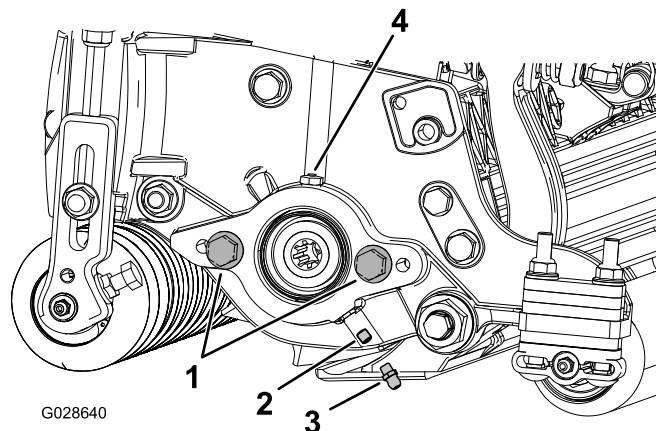

Рисунок 6
1. Выверните и удалите в отходы установочный винт на боковой пластине двигателя барабана (Рисунок 6).
2. Установите прямую масленку (Рисунок 6).
3. Если на боковой пластине двигателя барабана нет колпачковых винтов, установите их (Рисунок 6).
5. Установите двигатель барабана и заправьте консистентной смазкой боковую пластину, пока излишки консистентной смазки не выйдут из выпускного отверстия (Рисунок 6).